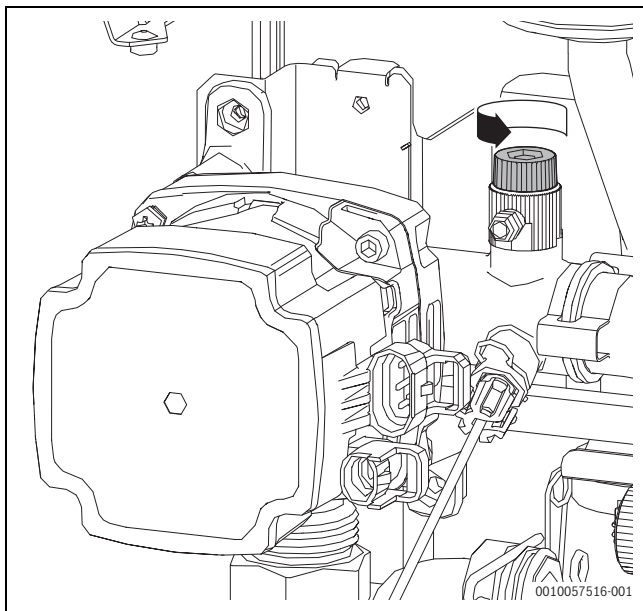

Bild 60 Manuelle Entlüftung der Hybridpumpe
- ▶ Anlage manuell über den Entlüfter an der Wärmeeinheit und der Hybridpumpe entlüften (→ Bild 60 "Manuelle Entlüftung der Hybridpumpe").